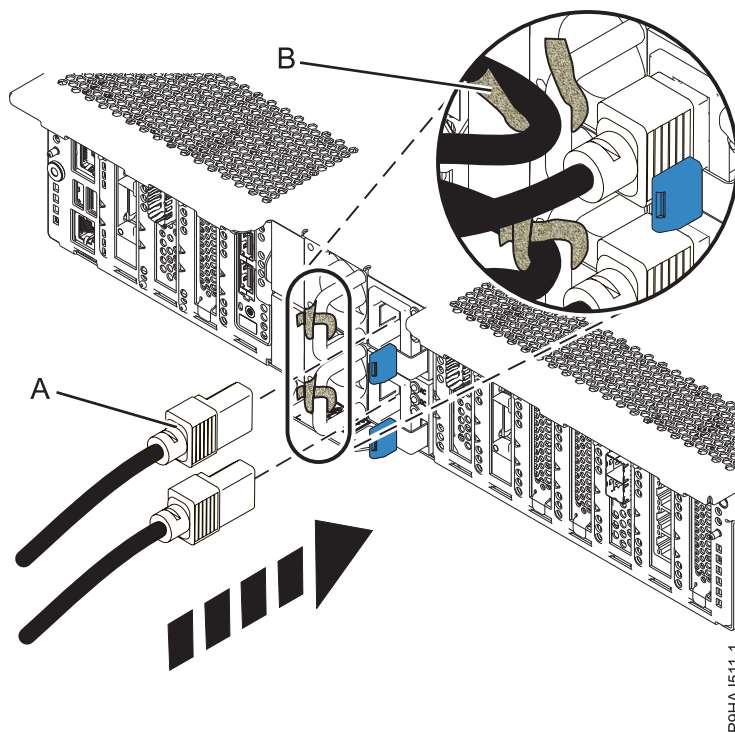

Abbildung 21. Netzkabel anschließen
2. Schließen Sie die Netzkabel (A) mithilfe Ihrer Beschriftungen wieder an die Systemeinheit an. Befestigen Sie die Netzkabel mit den Klettverschlüssen (B) am System (siehe Abb. 21).